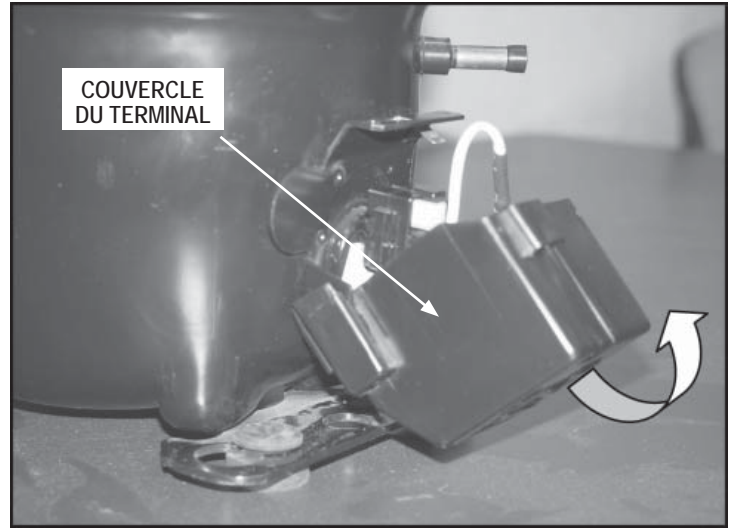

Figure 6
10. Installer le nouveau couvercle du terminal. Veiller à insérer le groupe de fils incluant le cavalier entier dans la fente prévue sur le couvercle du terminal. Engager d'abord le bas du couvercle puis pousser le couvercle vers le haut en l'emboîtant en place (voir la figure 6).